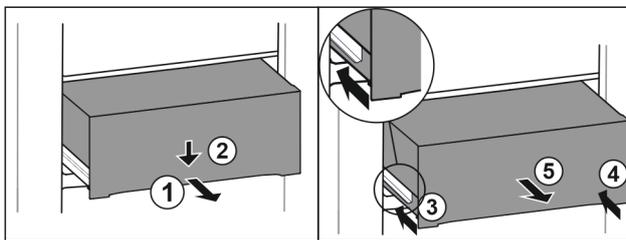

Fig. 75
- ▶ Estrarre il cassetto a metà. Fig. 75 (1)
- ▶ Premere il cassetto sul lato anteriore verso il basso. Fig. 75 (2)
- ▶ Spingere la guida sinistra di circa 2 cm verso l'interno. Fig. 75 (3)
- ▶ Spingere la guida destra di circa 2 cm verso l'interno. Fig. 75 (4)
- ▶ Rimuovere il cassetto tirandolo in avanti. Fig. 75 (5)